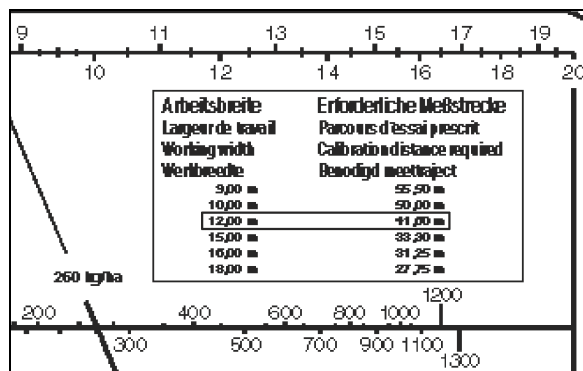
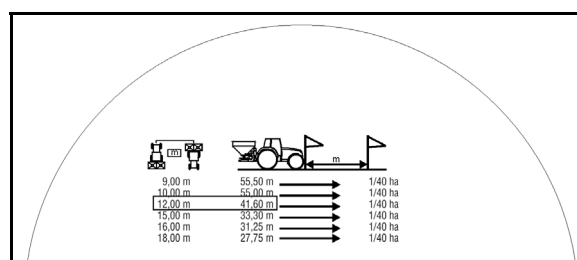

Fig. 65
Fig. 66
3. Den nødvendige målestrækning (41,6 m) til den ønskede arbejdsbredde (12 m) fremgår af nomogrammet (Fig. 65) eller bagsiden af regneskiven (Fig. 66).